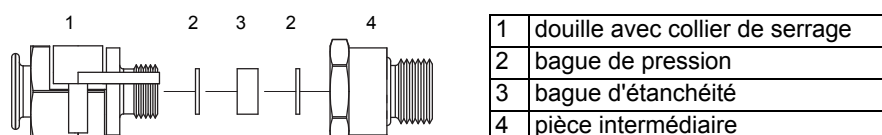
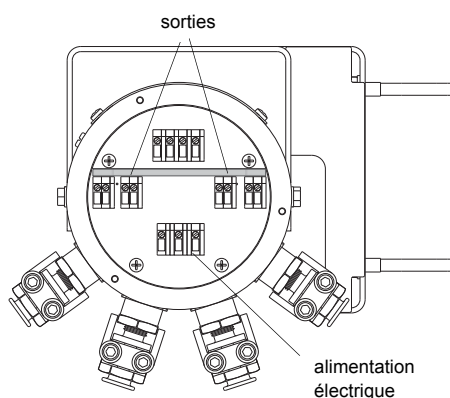

Fig. 8.6: Presse-étoupe pour exploitation minière M25
Fig. 8.7: Bornes de raccordement de l'alimentation électrique et des sorties
- Faites passer le câble d'alimentation à travers la douille (1), les bagues de pression (2), la bague d'étanchéité (3) et la pièce intermédiaire (4) (voir Fig. 8.6).
- Vissez la pièce intermédiaire (4) dans le boîtier (voir Fig. 8.6).
- Fixez la douille (2) et la pièce intermédiaire (4) avec le collier de serrage en serrant fermement les vis du collier de serrage.
- Raccordez les brins de la rallonge aux bornes du transmetteur (voir Fig. 8.7 et Tab. 8.2).
- Faites passer le câble de sortie à travers la douille (1), les bagues de pression (2), la bague d'étanchéité (3) et la pièce intermédiaire (4) (voir Fig. 8.6).
- Fixez la douille (1) et la pièce intermédiaire (4) avec le collier de serrage en serrant fermement les vis du collier de serrage.
- Raccordez les brins de la rallonge aux bornes du transmetteur (voir Fig. 8.7 et Tab. 8.4).